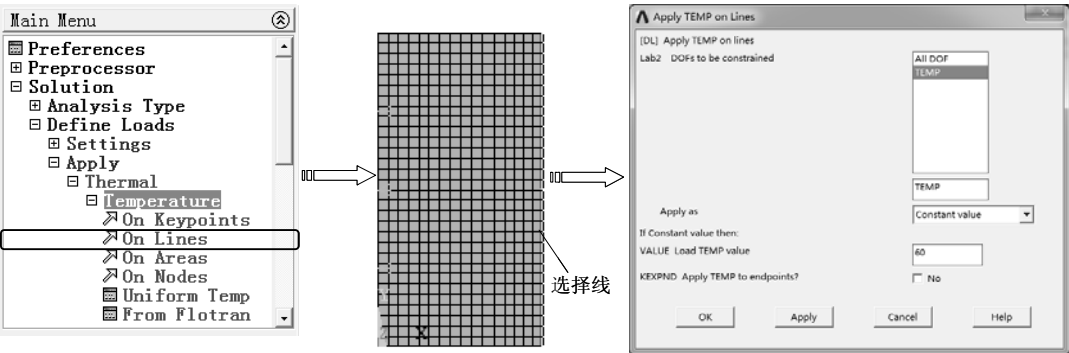

图 8-37 在线上施加温度约束
2) 选择“Main Menu>Solution>Define Loads>Apply>Thermal>Temperature>On Lines”命令，弹出实体选取对话框，用鼠标选择线后，单击“OK”按钮，弹出“Apply TEMP on Lines”对话框，在“DOFs to be constrained”列表框中选择约束类型“TEMP”，在“Load TEMP value”文本框中输入数值 60，单击“OK”按钮完成约束，如图 8-37 所示。